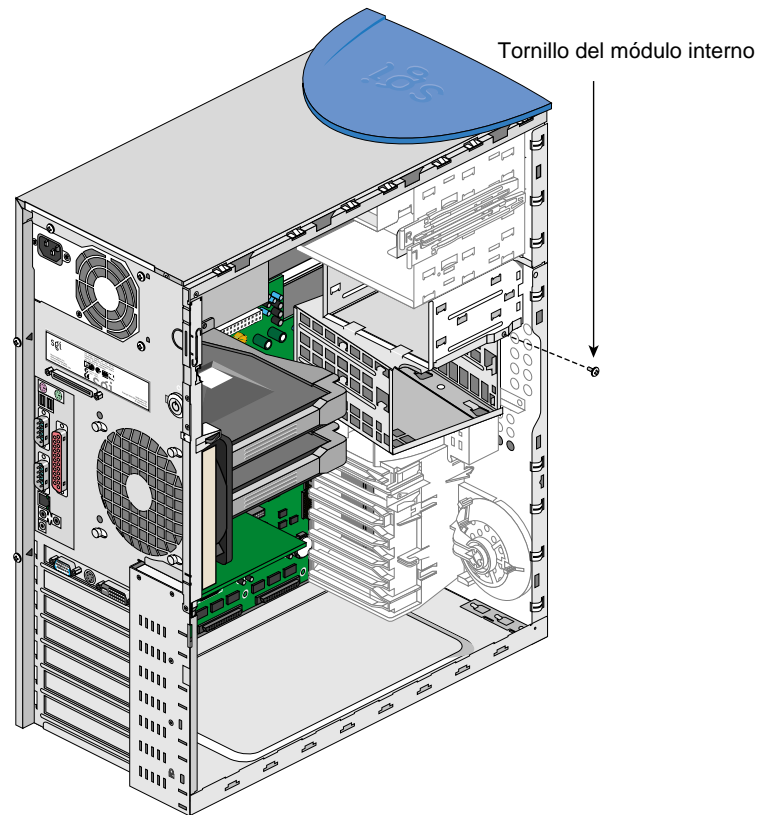

Figura 2-18 Ubicación del tornillo del compartimento interno
4. Desmonte el tornillo del compartimento interno que se encuentra sobre dicho compartimento. En la Figura 2-18 se muestra su posición.